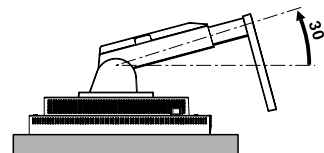

Figura S.2
2. Regolare l'altezza con un'inclinazione di circa 30 gradi (**Figura S.2**).